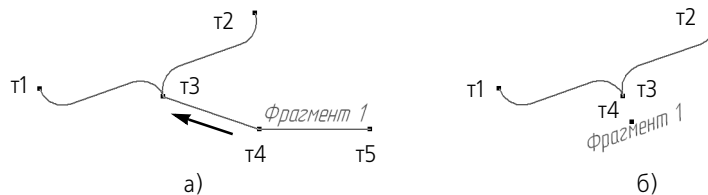

Рис. 29.18. Преобразование текста на полке в надпись:
- ▼ Смена варианта размещения текста осуществляется перемещением точки **т4** (рис. 29.18).